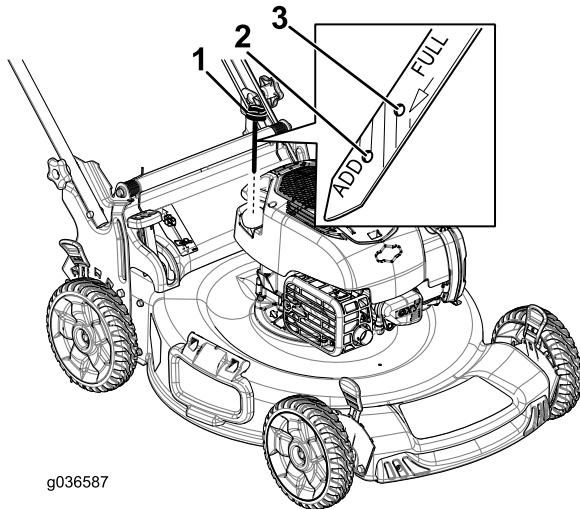

Figure 8
1. Retirez la jauge (Figure 8).
| 2. Versez de l'huile lentement dans le goulot de remplissage pour faire monter le niveau jusqu'au repère du plein (Full) sur la jauge (Figure 8). Ne remplissez pas excessivement. | |